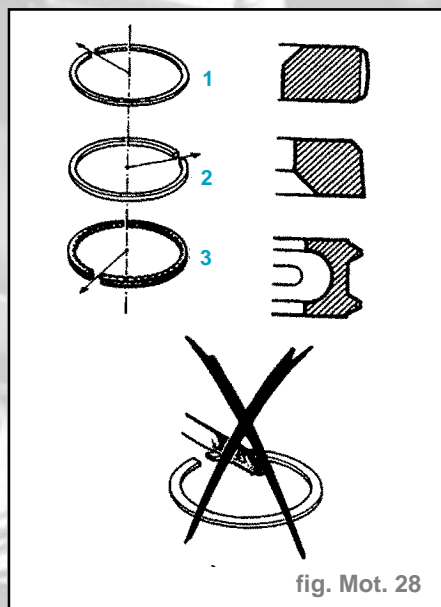

fig. Mot. 28
- Respecter le sens de montage des segments (fig. Mot. 28)